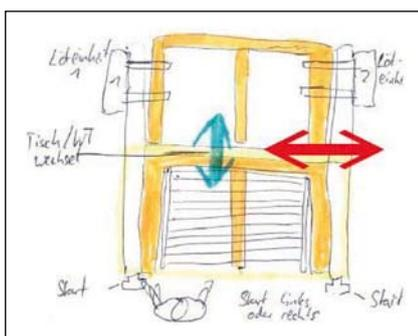

Bild 1: Konzept-Skizze
Die konzeptionellen Überlegungen machten schnell deutlich, dass die beiden Arbeitsschritte Bestückung und Löten parallel verlaufen müssen, um die geforderte Taktung zu erreichen. Dies führte zu dem Ergebnis: Tischwechsel. Während der Mitarbeiter im vorderen Bereich des Automaten die 11 (22) Leitrohre in die Sammelrohre einlegt, kann im hinteren Bereich das vorbereitete Rohrregister gelötet werden. Die beiden Tische verlaufen hierbei auf zwei Ebenen (grüner Pfeil, Bild 1). Die Umrüstung von der waagerechten zur senkrechten Rohrregister-Variante kann dann durch seitliches Verfahren des Grundgestells erreicht werden (roter Pfeil).